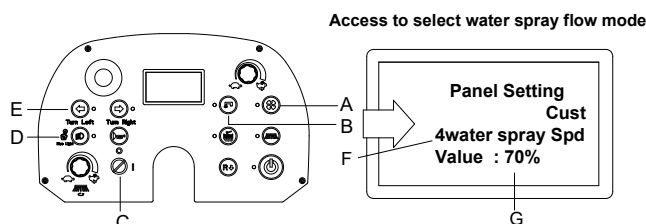

Figure 15
1. Appuyer simultanément sur le bouton aspiration (A, figure 15) et le bouton de la pompe (B, figure 15).
2. Insérer la clé de contact (C, Figure 15) et la tourner sur « I ».
3. Quelques secondes plus tard, le système passe en mode de réglage utilisateur (figure 15).
4. Relâcher le « bouton d'aspiration » (A, figure 15) et le « bouton de la pompe » (B, figure 15).
5. Appuyer sur le bouton « Tourner à gauche » (E, figure 15) afin de sélectionner l'élément 4 « 4Water Spray Spd » (Vitesse de pulvérisation d'eau) (F, figure 15)
6. Appuyer sur « bouton aspiration » (A, figure 15) ou « bouton de la pompe » (B, figure 15) afin de sélectionner la valeur de la vitesse de pulvérisation d'eau (50%, 60%, 70%...) (G, figure 15).
7. Appuyez sur le « bouton des phares » (D, figure 15), environ 1 seconde plus tard, l'écran affiche « Update OK » (Mise à jour OK), indiquant que le débit de pulvérisation d'eau est réglé, puis redémarrer la machine. (C, Figure 7).